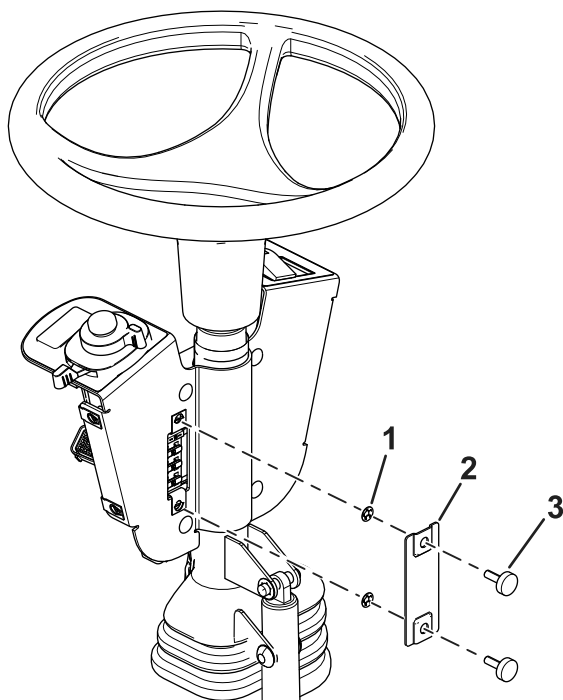

Figura 12
13. Instale la tapa del fusible en el soporte de los interruptores usando 2 tornillos moleteados y 2 tuercas rápidas (Figura 12).
Nota: Asegúrese de que las tuercas rápidas se instalan en el interior de la tapa del fusible (Figura 12).